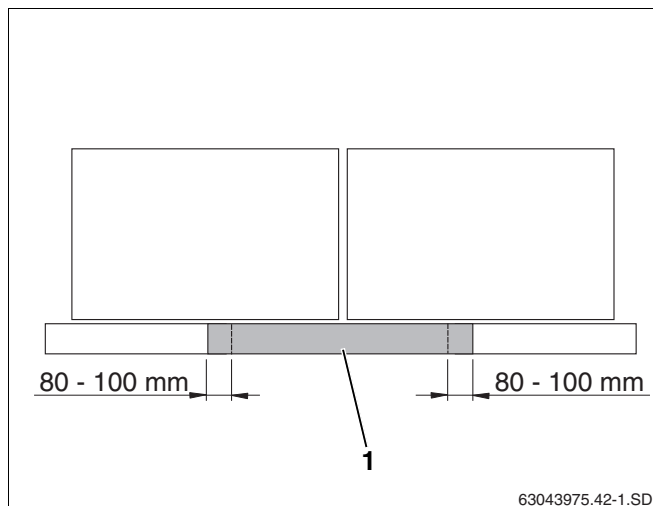

Fig. 46 Posizionamento delle lamiera di copertura centrali con collettori montati orizzontalmente
In presenza di collettori montati orizzontalmente, già con due collettori le lamiera di copertura inferiori centrali (fig. 46, **pos. 1**) risultano necessarie. Queste devono sovrapporsi per 80–100 mm.